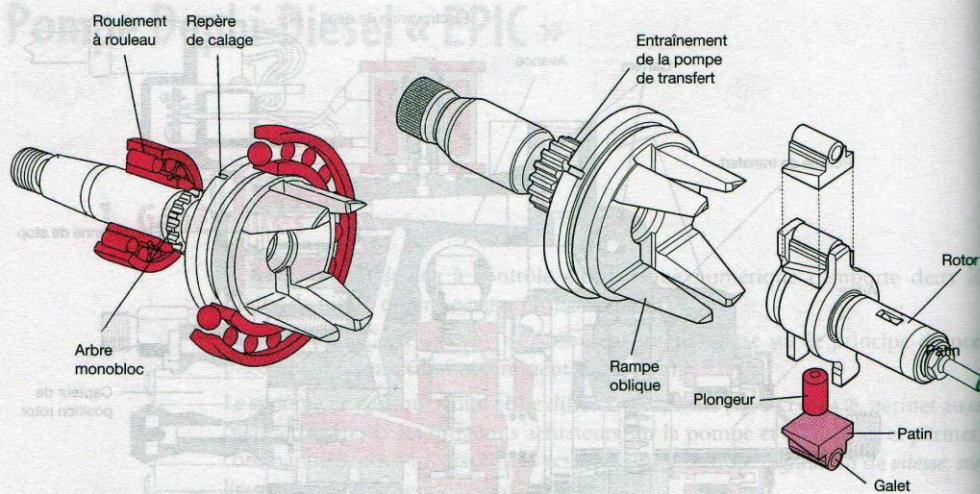

Figure 54.4. Système d'entraînement « EPIC »
- l'ensemble arbre d'entraînement (fig. 54.4), porté par deux roulements (il en existe plusieurs versions, monobloc, ou avec arbre intermédiaire) ;